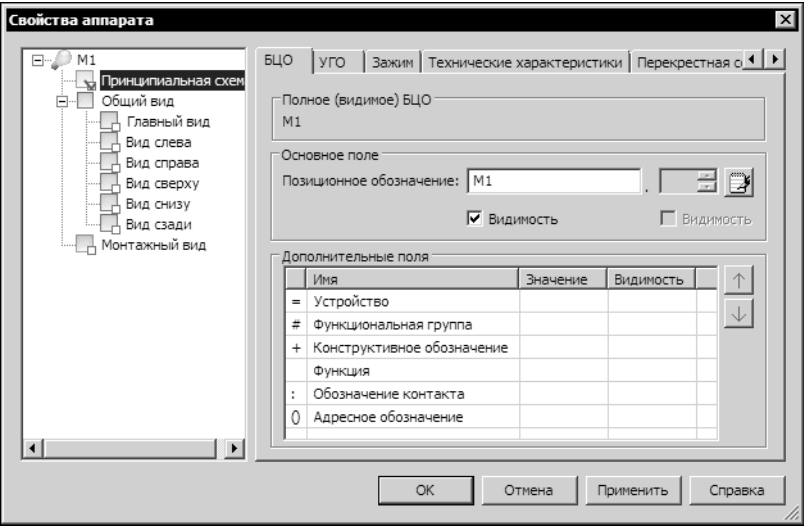

Рис. 21.7. Диалог свойств аппарата на уровне **Принципиальная схема**
4. Сначала необходимо ввести буквенно-цифровое обозначение (БЦО) аппарата. Его ввод осуществляется в диалоге свойств аппарата на уровне **Принципиальная схема** во вкладке **БЦО** (см. рис. 21.7 на с. 245, табл.21.9).
Если в дереве аппарата курсором выделен уровень **Принципиальная схема**, на экране появится диалог свойств отображения аппарата на принципиальной схеме (рис.21.7). Элементы управления диалога представлены в табл. 21.9 на с. 245.